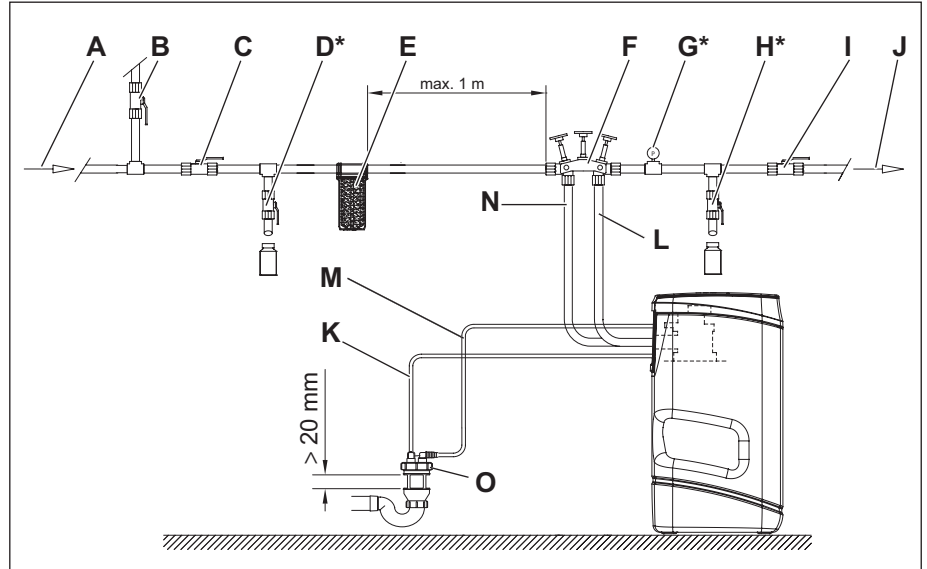

Fig. 3: Schéma d'installation
1. Bloquer la vanne d'arrêt en amont avec la vanne anti-retour (Fig. 3/C) et la vanne d'arrêt (Fig. 3/I).
2. Ouvrir les vannes d'essai (Fig. 3/D et Fig. 3/H).
Le manomètre (Fig. 3/G) doit indiquer une pression de 0 bar.
1. Installer un filtre à eau potable (Fig. 3/E) à une distance maximale de 1 m du robinet de mélange du côté entrée de l'adoucisseur d'eau.
2. Installer une soupape de réduction de pression, si nécessaire, en amont du robinet de mélange (Fig. 3/F) et du filtre à eau potable (Fig. 3/E).